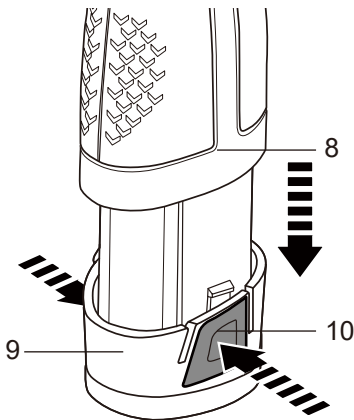

Fig. 4
- > Para evitar un arranque accidental, bloquee el interruptor de encendido/apagado (7) colocando el selector de giro avance/retroceso (6) en la posición central (ver la sección “Funciones del producto – Selector de giro avance/retroceso”).
- > Para retirar el bloque de baterías del producto, presione los dos botones de desbloqueo (10) y tire del bloque de baterías (9) hacia fuera de la empuñadura (8) (Fig. 4).